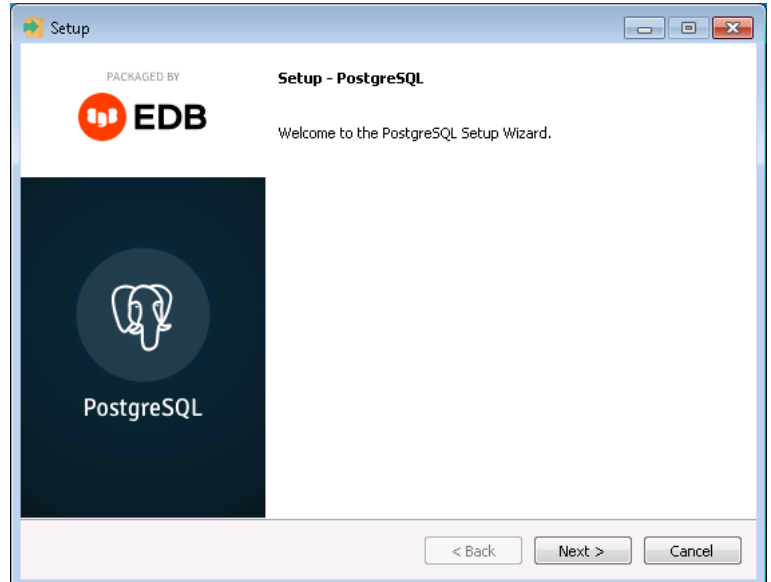

Рисунок 6.3 — Окно приглашения в мастер установки СУБД PostgreSQL
1. В открывшемся окне нажмите кнопку *Next* (см. рисунок 6.3).